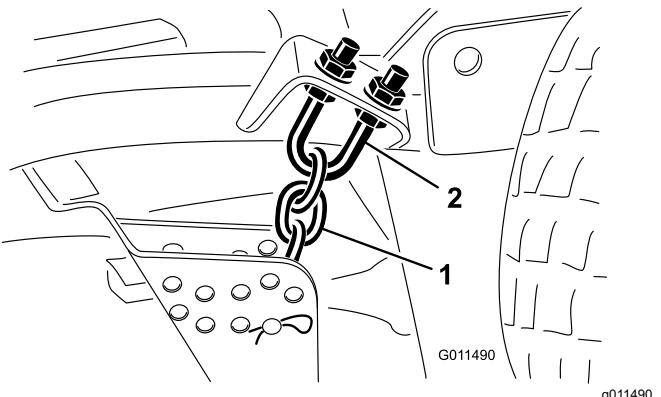

Figura 87
1. Afloje las contratuerzas en la parte superior o inferior del perno en U de la cadena de altura de corte (Figura 87).